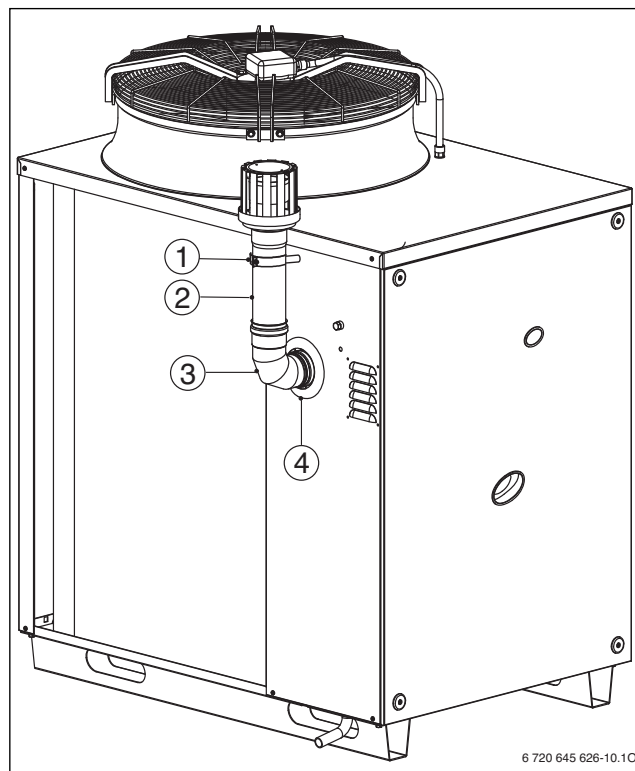

Bild 24 Rohr befestigen
- ▶ Blende (→ Bild 24, [4]) auf den Abgasstutzen am Gerät montieren.